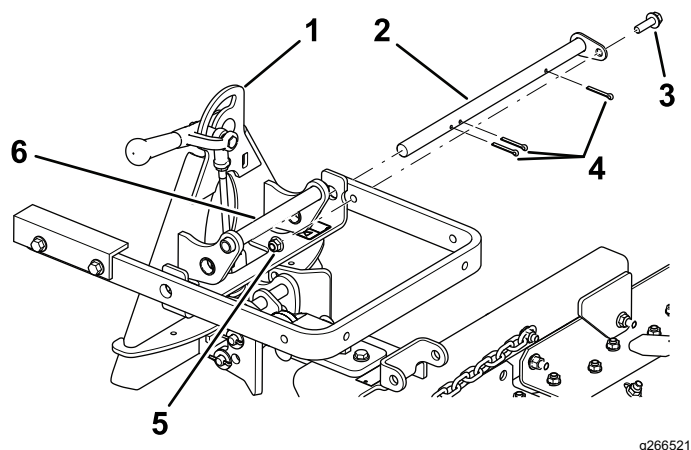

Figura 5
2. Alinhe o braço de elevação com o suporte no adaptador de acessórios (Figura 4) e ligue-os utilizando a barra articulada como ilustrado em Figura 5.
3. Prenda a barra articulada (Figura 5) com 3 contrapinos, um parafuso ($\frac{3}{8}$ x $1\frac{1}{4}$ pol.) e uma porca de bloqueio ($\frac{3}{8}$ pol.).